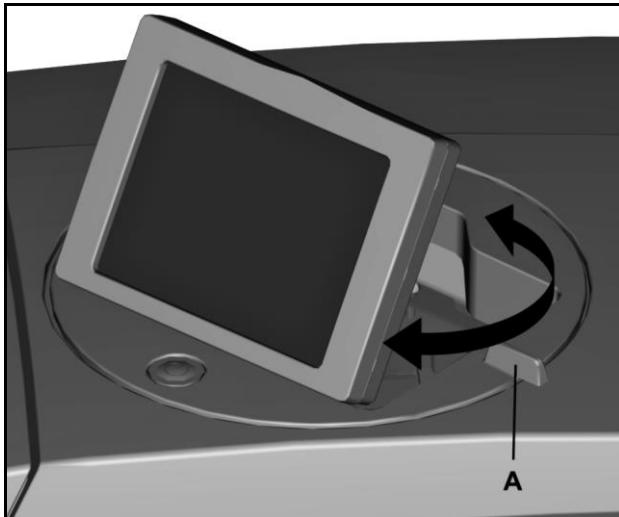

Figura 13      Rotazione del touch panel
- 2 Ruotare il touch panel nella posizione desiderata utilizzando l'apposita impugnatura (A) (vedere "Figura 13 Rotazione del touch panel").